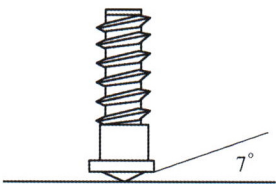

图2 螺柱形状和尺寸
- 2) 螺柱要求端面角为7° 锥角（角度公差±1°，见图2），锥角应在螺柱法兰中心点，方便焊接过程中引弧，不允许使用平端面的螺柱。螺柱制造符合制造要求，长度公差为0~0.2mm。螺柱的材质建议使用碳钢和铜合金材质，不建议使用合金钢材质。